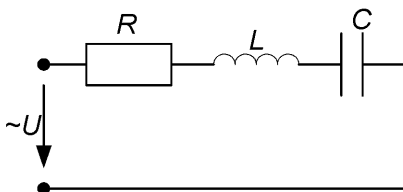

Рис. 3.52
1. В электрической цепи (рис. 3.52) при частоте $\omega_0 = 500$ рад/с имеет место резонанс. Определить R , C , U при $P = 10$ Вт; $I = 1$ А; $L = 0,4$ Гн. Построить векторную диаграмму напряжений и тока.